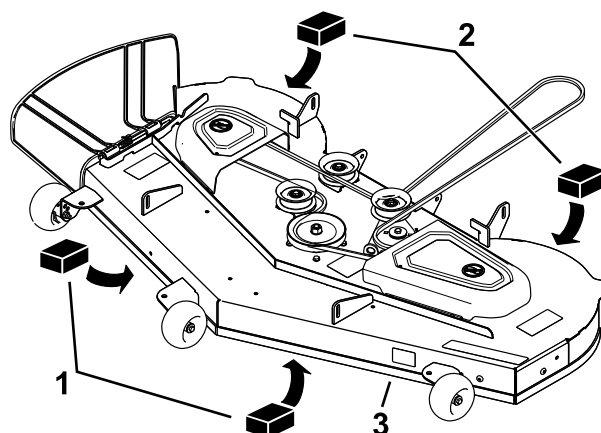

Figure 58
3. Placez deux cales de 6,6 cm (2 5/8 po) d'épaisseur chacune sous chaque côté du bord avant du tablier de coupe, mais pas sous les supports des galets anti-scalp (Figure 58).
4. Placez deux cales de 7,3 cm (2 7/8 po) d'épaisseur chacune sous le bord arrière de la jupe du tablier de coupe, une de chaque côté (Figure 58).